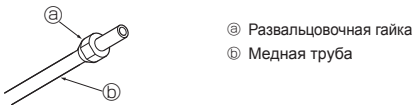

Fig. 5-4
5.3.3. Насадка гаек (Fig. 5-4)